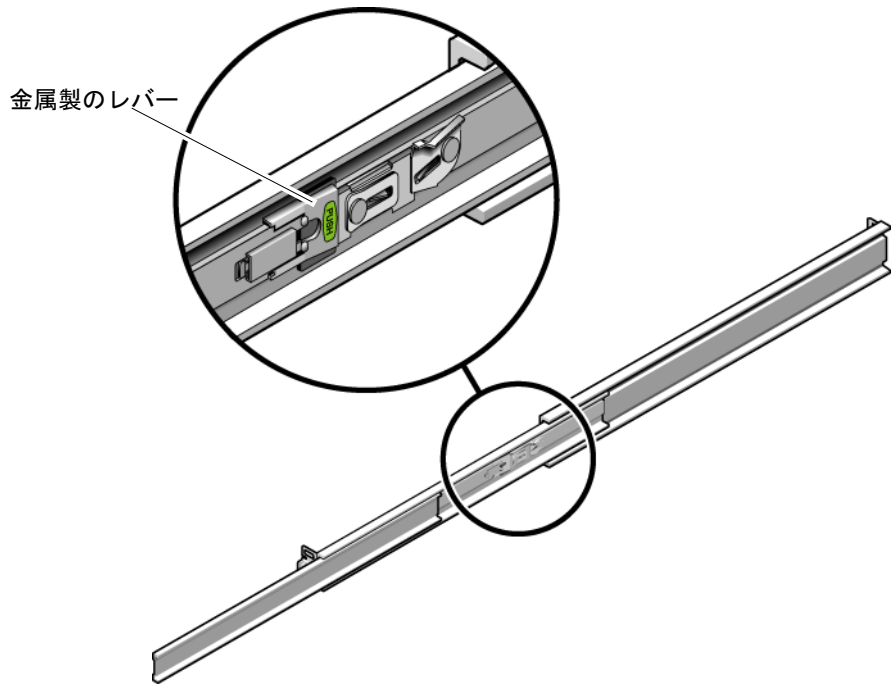

図 2-14 スライドレールレバーストップのロックの解除
5. サーバーが完全に引き出されている場合は、スライドレールのレバーストップを離します (図 2-14)。